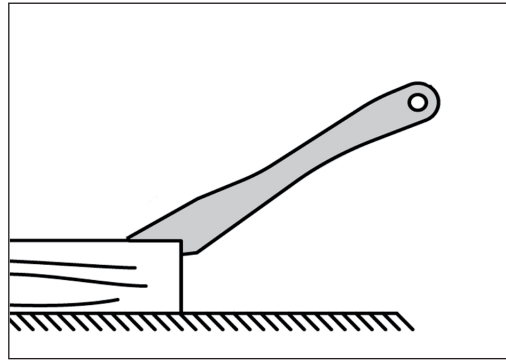

Bild 2.
3. **Påskjutare**, använd alltid påskjutaren om ämnet som ska klyvas är smalare än 120mm, gör en ny påskjutare om den blir försvagad. Bild 2.